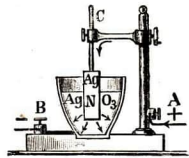

Abb. 335. Silbervoltameter
**3. Silberausscheidung** (Abb. 335). Aus einem Silberbad (Silbersalzlösung) scheidet ein Strom von
Erkläre Abb. 335! Als Anode dient ein Silberstift (warum?), als Kathode eine abnehmbare Platinschale, als Silberbad eine Lösung von Höllenstein  $\text{AgNO}_3$ .